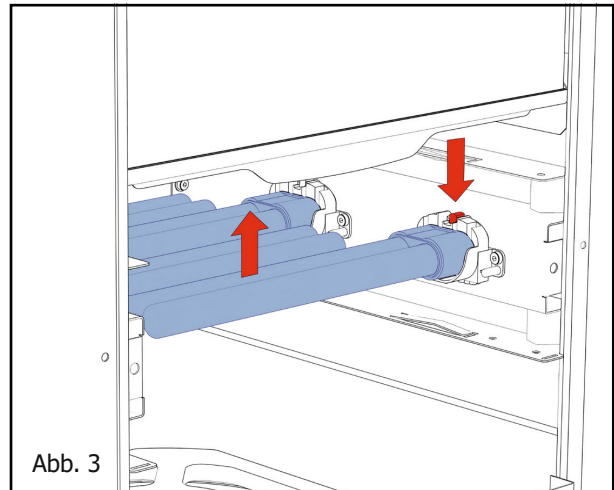

Abb. 3
- E. Luftstrom über Einstellrad auswählen (Abb. 3).
- F. Filter entnehmen (Abb. 3).
- I. Alle UVC-Leuchtröhren auf diese Weise herausnehmen (Abb. 3).